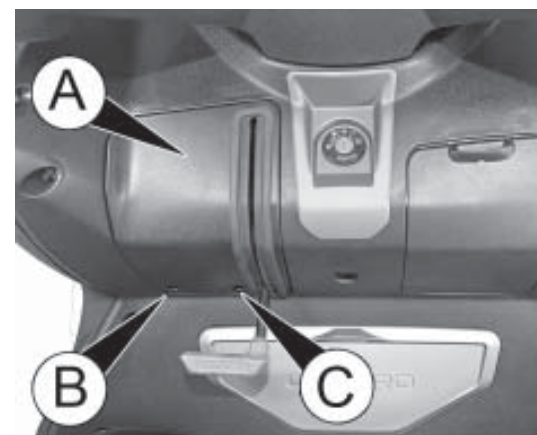

Abb. 8
- die Abdeckung A Abb. 8 durch Lösen der Schrauben B und C abnehmen;